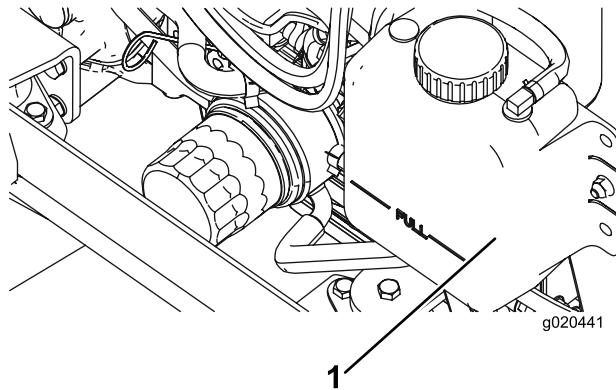

Figura 94
1. Togliete con cautela il tappo del radiatore e il tappo del serbatoio di espansione (Figura 94).